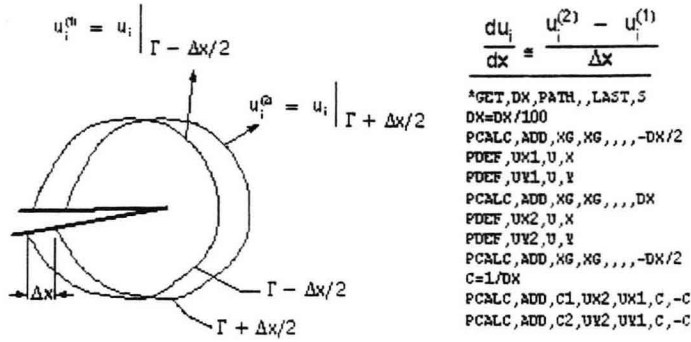

图 10-10 计算位移向量的导数
11、沿 X 轴的正方向和负方向沿路径移动一小段距离计算位移向量的导数 ($\partial u_x/\partial x$ 和 $\partial u_y/\partial y$)。图 10-10 显示了该步骤